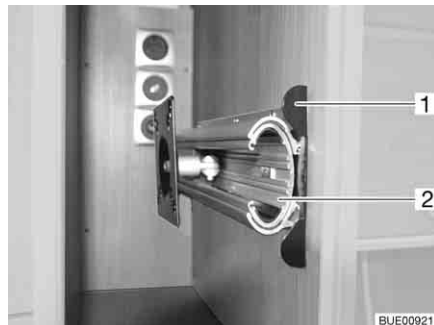

Bild 65 Halterung im TV-Schrank
- Entriegelungsleiste (Bild 65,1) hineindrücken.
- Auszug (Bild 65,2) bis zum Anschlag herausziehen.
- Auszug (Bild 65,2) einschieben, bis die Entriegelungsleiste (Bild 65,1) einrastet.